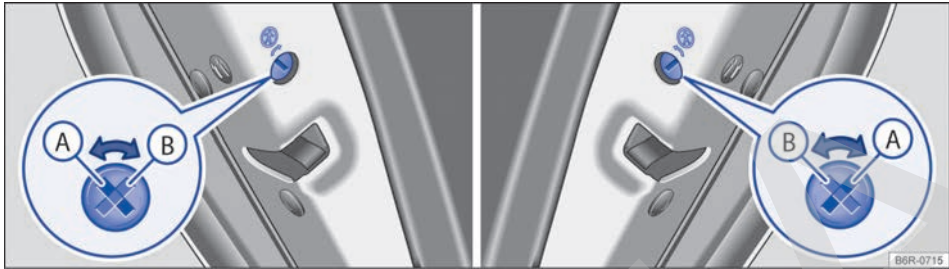

Fig. 60 En las puertas traseras: seguro para niños (A) desactivado, (B) activado.
- Introducir la varilla de la llave en la ranura del seguro para niños para activarlo o desactivarlo → fig. 60.
Posición de la ranura → fig. 60: